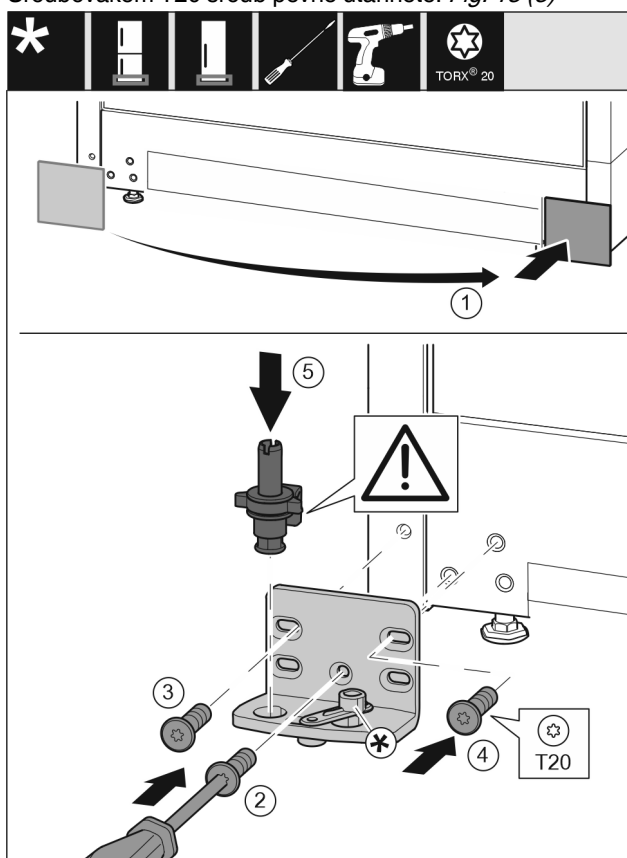

Fig. 14
- ▶ Sejměte kryt a připevněte jej na druhé straně. Fig. 14 (1)
- ▶ Nasadíte stojan ložiska na druhé straně a přišroubujte pomocí šroubováku T20. Začněte šroubem 2 dole uprostřed. Fig. 14 (2)
- ▶ Pevně utáhněte šroub 3 a 4. Fig. 14 (3,4)
- ▶ Zcela vložte ložiskový čep. Přitom dávejte pozor, aby zajišťovací vačka směřovala dozadu. Fig. 14 (5)